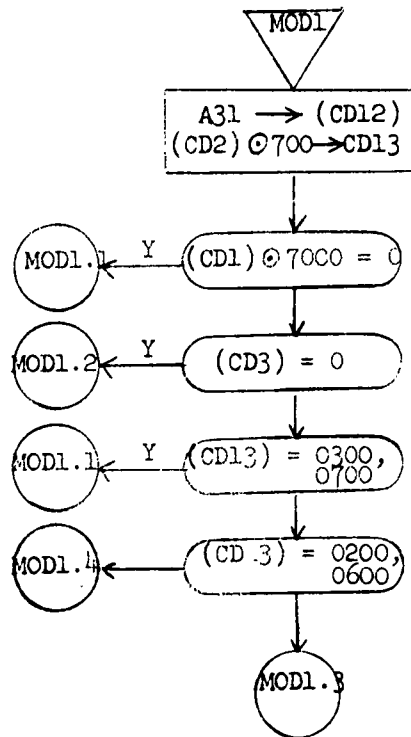

Figure 7.27 MODULE 1
7.3.7.3.1 MODULE 1 (Figure 7.27)